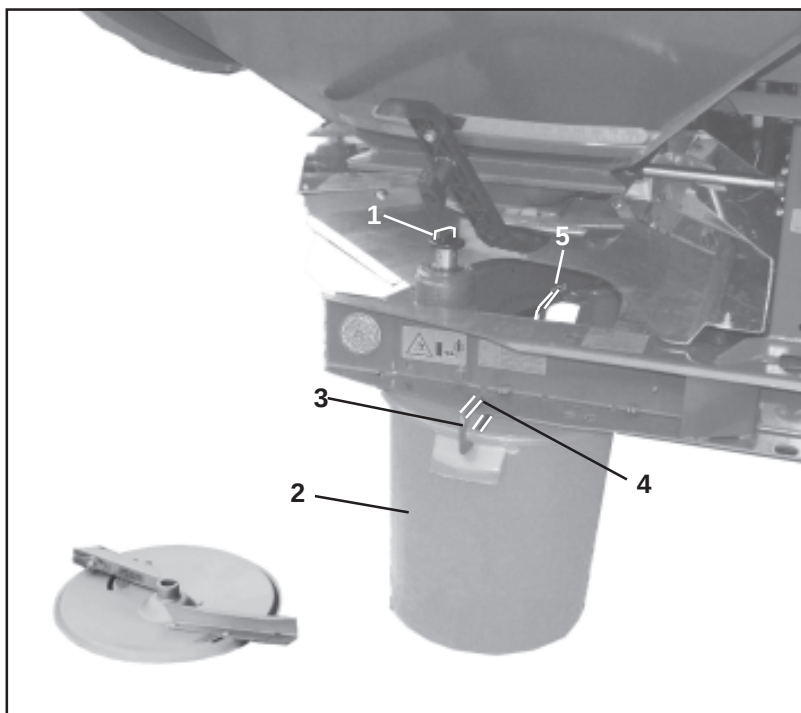

Fig. 7.7
- Skru ut vingeskruen (Fig. 7.7/1) for feste av den venstre spredeskiven, og trekk spredeskiven av girakselen.
- Heng samlebeholderen (Fig. 7.7/2) ved hjelp av bøylen (Fig. 7.7/3) i holderene (Fig. 7.7/4 og 7.7/5) på rammen.